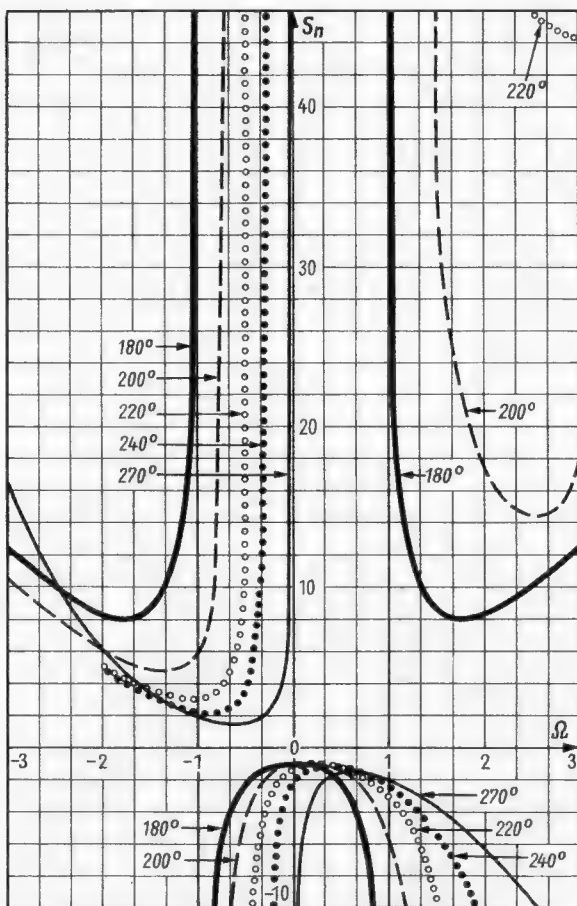

Bild 3. Normierter Schwingsicherheitsfaktor für $\varphi = 180^\circ, 200^\circ, 220^\circ, 240^\circ$ und 270°
$\frac{g_{1a} g_{2e}}{|Y_R| \cdot |S|}$ erhält. In Bild 3 sind die Kurven $s_n = f(\Omega)$ für die Winkel $\varphi = 180^\circ, 200^\circ, 220^\circ, 240^\circ$ und 270° eingetragen. Hier werden für φ Werte aus dem dritten Quadranten der Zahlenebene gewählt, da φ für Transistoren in Emitterschaltung in ihrem jeweiligen Hauptanwendungsbereich in diesem Gebiet liegt. Für die Basisschaltung der Transistoren liegt der Winkel φ entsprechend zwischen 0° und 90° . Da $\cos \varphi = -\cos(\varphi - 180^\circ)$ und $\sin \varphi = -\sin(\varphi - 180^\circ)$, gilt $s_n(\Omega)$ für φ gleich $-s_n(\Omega)$ für $(\varphi - 180^\circ)$. Man kann also die Kurven in Bild 3 auch für die Basisschaltung verwenden, wenn man die Vorzeichen von s_n umkehrt und von den Parameter-Werten $\varphi 180^\circ$ abzieht.
Wichtig für die Dimensionierung einer Verstärkerstufe, die nicht schwingen darf, ist jeweils der minimale Schwingsicherheitsfaktor s_{min} bzw. der minimale normierte Schwingsicherheitsfaktor $s_{n, min}$. Wie aus den Kurven (Bild 3) zu entnehmen ist, liegen meistens drei Extremstellen für jeden Winkel φ vor, wobei eine für die beiden Grenzfälle $\varphi = 90^\circ$ und $\varphi = 270^\circ$ verschwindet. Die Lage dieser Extremstellen soll nun noch berechnet werden. Man setzt also die erste Ableitung von Gleichung (28) $\frac{\partial s_n}{\partial \Omega} = 0$ und erhält
Den Verlauf der Schwingsicherheit dieser Stufe über der Frequenz erhält man aus dem normierten Schwingsicherheitsfaktor s_n für $\varphi = 220^\circ$ (Bild 3), indem man den Ordinatenmaßstab mit dem Faktor
In Bild 4 erkennt man, daß die Rückwirkung der Basisschaltung in der Umgebung der Resonanzfrequenz als Mitkopplung wirkt, während die Rückwirkung der Emitterschaltung dort als Gegenkopplung auftritt. Außerdem sind in der Basisschaltung die Werte für $s_{n, \min}$ erheblich kleiner und im Grenzfall für $\varphi = 360^\circ$ sogar 1, so daß es viel schwieriger ist, eine solche Stufe ohne Neutralisation stabil zu halten. Die Kurven des normierten Schwingsicherheitsfaktors s_n für $0 \leq \varphi \leq 90^\circ$ erhält man aus den Kurven in Bild 3, indem man die Vorzeichen von s_n der Kurven für $\varphi + 180^\circ$ umkehrt. Demnach erhält man den normierten Schwingsicherheitsfaktor für z. B. $\varphi = 20^\circ$ aus Bild 3. Es gilt also für $0 \leq \varphi \leq 90^\circ$:
Nach dem Entfernen von sechs Bodenschrauben läßt sich das gesamte Oberteil des Holzgehäuses abnehmen. Damit ist ein großer Teil der Verstärkerelemente gut zugänglich (Bild 2). Nach Abnahme der Bodenplatte, die ebenfalls von nur wenigen gut zugänglichen Schrauben gehalten wird, liegt auch der Verstärkerunterteil frei (Bild 3).
Rechts: Bild 3. Unterseite des Stereoverstärkers SV 50